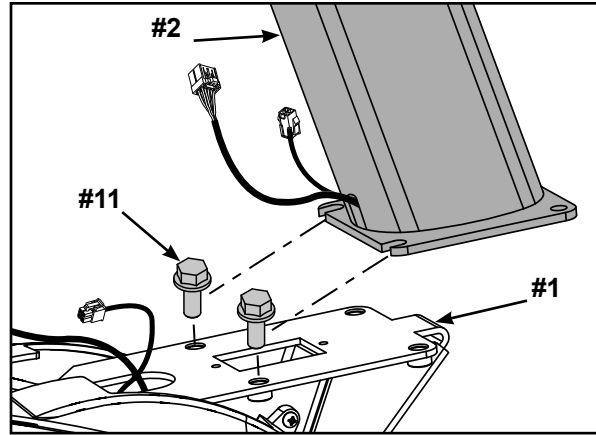

Figure 4
- B. Enfitez à la main deux vis de montage 5/16-18 x 0,75 po (n° 11) dans l'assemblage de la base. Reportez-vous à la figure 4.
- C. Placez l'assemblage de la console (n° 2) dans la position adéquate sur l'assemblage de la base (n° 1) en le glissant en place sur les deux vis de montage 5/16-18 X 0,75 (n° 11). Reportez-vous à la figure 4.